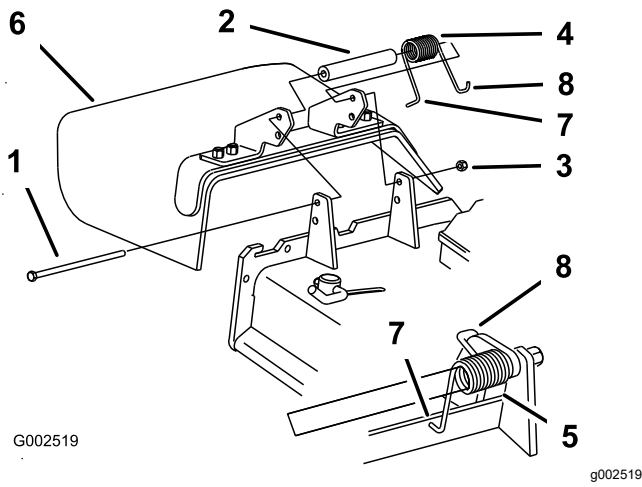

Figura 57
1. Retire la contratuerca, el perno, el muelle y el espaciador que sujetan el deflector a los soportes de pivote (Figura 57).
Nota: Asegúrese de colocar el extremo en **L** del muelle detrás del reborde de la carcasa antes de instalar el perno, según muestra Figura 57.
5. Coloque el extremo en **J** del muelle alrededor del deflector de hierba (Figura 57).